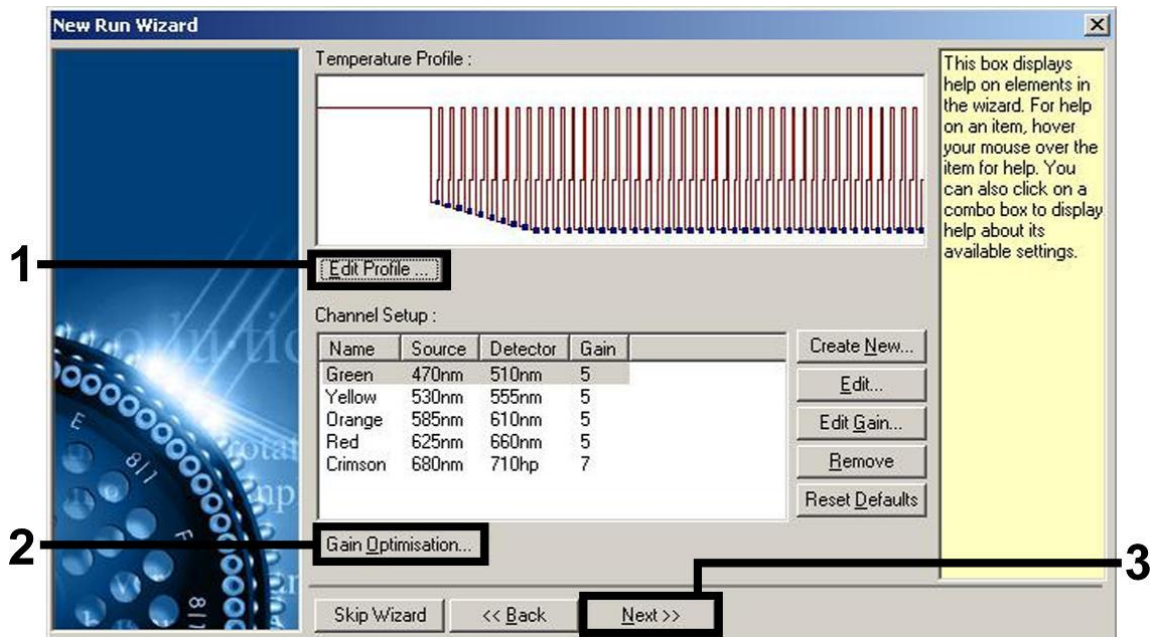
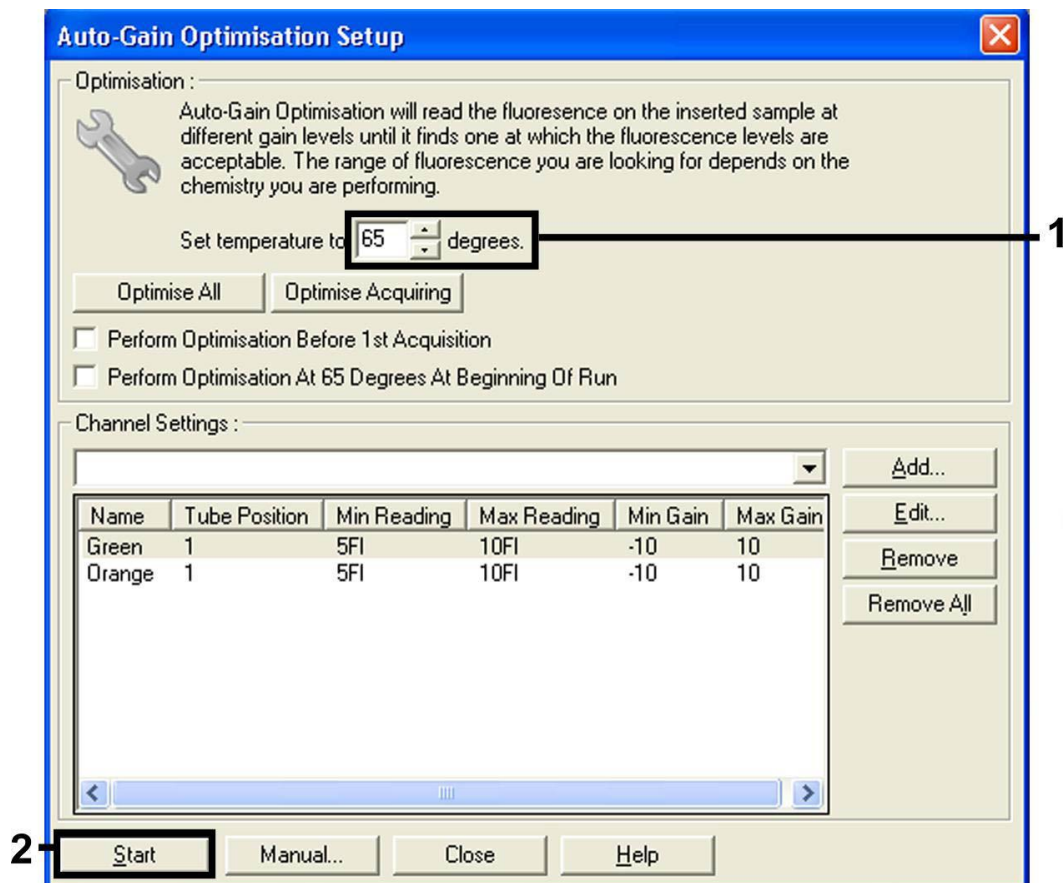

Figura 3. Modifica del profilo.
Figura 6. Regolazione della sensibilità dei canali di fluorescenza.
Regolazione della sensibilità del canale di fluorescenza	Figura 6
8. Cliccare sul pulsante "Edit Profile" (Modifica profilo) nella successiva finestra di dialogo "New Run Wizard" (Figura 3) e programmare il profilo termico, come illustrato nelle Figure 3-5.
9. Il range di rilevazione dei canali di fluorescenza deve essere determinato in base all'intensità della fluorescenza nelle provette per PCR. Cliccare su "Gain Optimisation" (Ottimizzazione gain) nella finestra "New Run Wizard" (vedere Figura 3) per aprire la finestra di dialogo "Auto-Gain Optimisation Setup" (Setup ottimizzazione auto-gain). Impostare la temperatura di calibrazione su 65 per farla coincidere con la temperatura di annealing del programma di amplificazione (Figura 6).